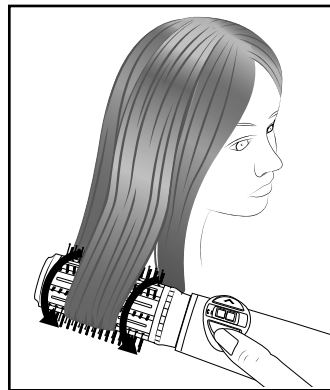

Fig. 1
- 5) Mantenga pulsado el botón de giro **2** >/ **7** < de forma que el cepillo redondo **8/9** comience a girar. Colóquese el cepillo redondo **8/9** en las puntas repartiendo el mechón a lo largo del cepillo redondo **8/9** (consulte la fig. 1). El mechón queda enrollado con el movimiento giratorio. Suelte el botón de giro **2** >/ **7** < antes de llegar a la raíz del pelo. Tras esto, el cepillo deja de girar.